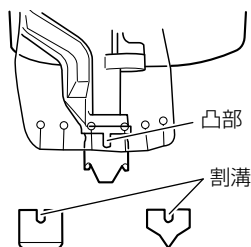

図 21
- 板金や石こうボードなど軟らかいものへの作業は、プッシュレバーの先端にノーズキャップ (A) を付けます。(図 21)
ノーズキャップはプッシュレバーに押し込むだけで取付けられます。ノーズキャップの割溝がプッシュレバーの凸部に合うように取付けてください。(図 21)